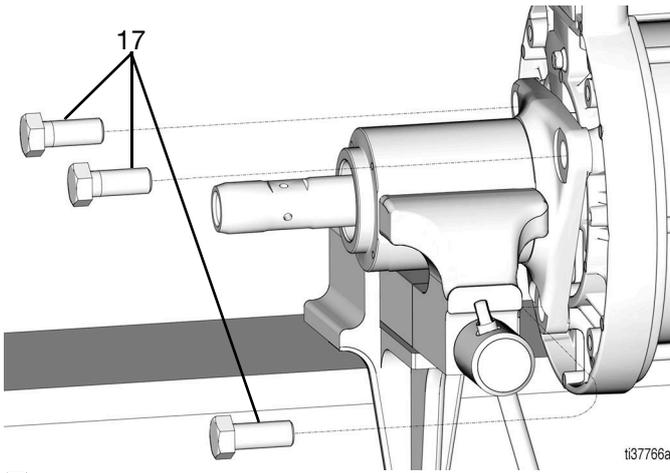

图 14
16. 使用 15/16 英寸扳手 (图 14) 松开并卸下三个出口外壳适配器螺栓 (17)。